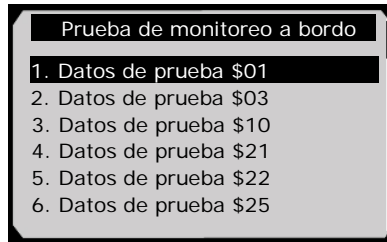

Figura 6.28
- 5) En el menú **Prueba de monitoreo a bordo**, use el botón de desplazamiento hacia **ARRIBA/ABAJO** para seleccionar la prueba que desee ver y presione el botón **OK**. (Figura 6.28)